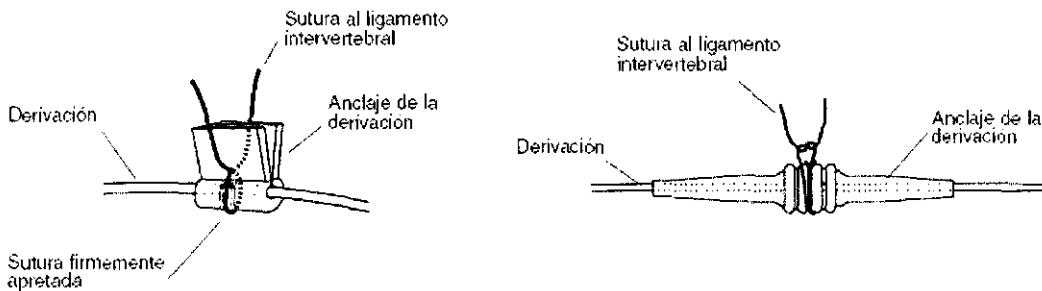

FIGURA 25
6. Fije la derivación dentro del anclaje con una sutura irreabsorbible de 2/0 (ver Figura 25).